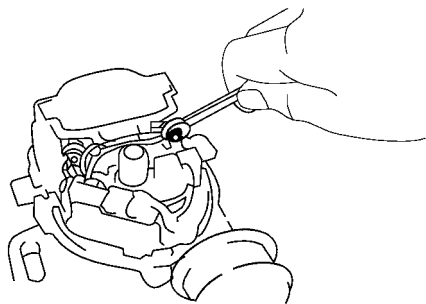

图 5-35 旋下两个螺母从点火线圈端子脱开 4 根配线
1) 旋下两个螺母，从点火线圈的端子脱开 4 根配线，如图 5-35 所示。